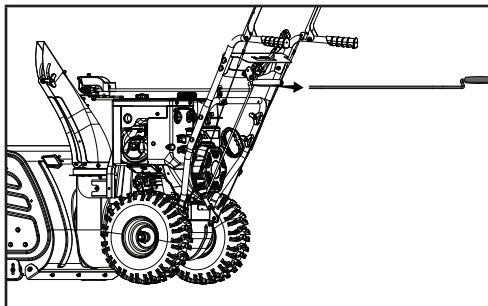

Figure 37
3. Retirez le levier du support de la goulotte de décharge (figure 37).